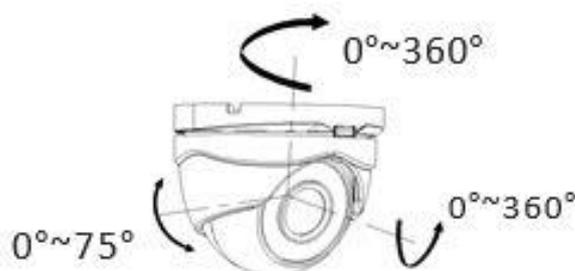

Figura 2.7 - Ajuste de 3 eixos
7. Ajuste a câmera de acordo com a figura 2.7 para obter um melhor ângulo e apertar o anel de acabamento.